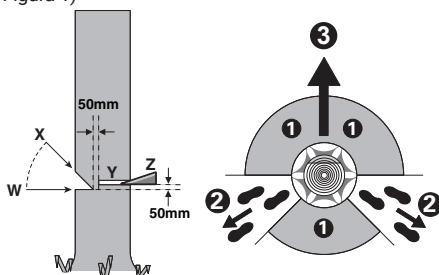

Figura 1
Faceți tăietura de doborâre (Y) cu cel puțin 50 mm mai sus decât tăietura orizontală de creștere prezentată în figura 1. Nu executați o tăietură de doborâre completă, ci doar atât de adâncă încât să mai rămână o legătură (adaos pentru doborâre), care să acționeze ca o balama. Astfel veți împiedica răsucirea copacului și căderea acestuia în direcție greșită. Nu tăiați complet marginea rămasă.
Când copacul începe să cadă scoateți ferăstrăul din tăietură, opriți-l, puneți-l jos și părăsiți zona periculoasă folosind calea de retragere stabilită (②). Fiți atenți la crengile care cad și evitați să vă împiedicați. (Vezi Figura 1)